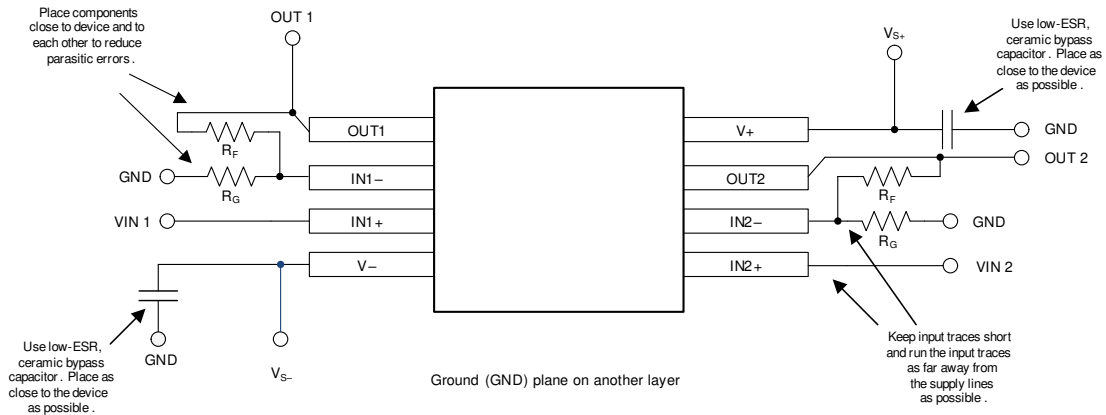

图 9-8. 布局示例
- 外部元件的位置应尽量靠近器件，如图 9-8 中所示。使 R_F 和 R_G 接近反相输入可最大限度地减小寄生电容。